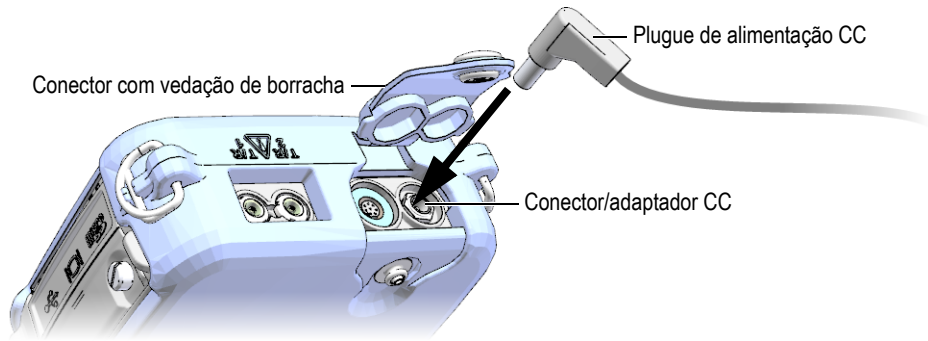

Figura 2-3 Conexão do plugue de alimentação de CC
2. No 38DL PLUS, levante a aba protetora de borracha que cobre o adaptador CC localizada na parte superior (veja Figura 2-3 na página 41).
3. Conecte o cabo de alimentação CC do carregador/adaptador no conector do adaptador CC (veja Figura 2-3 na página 41).